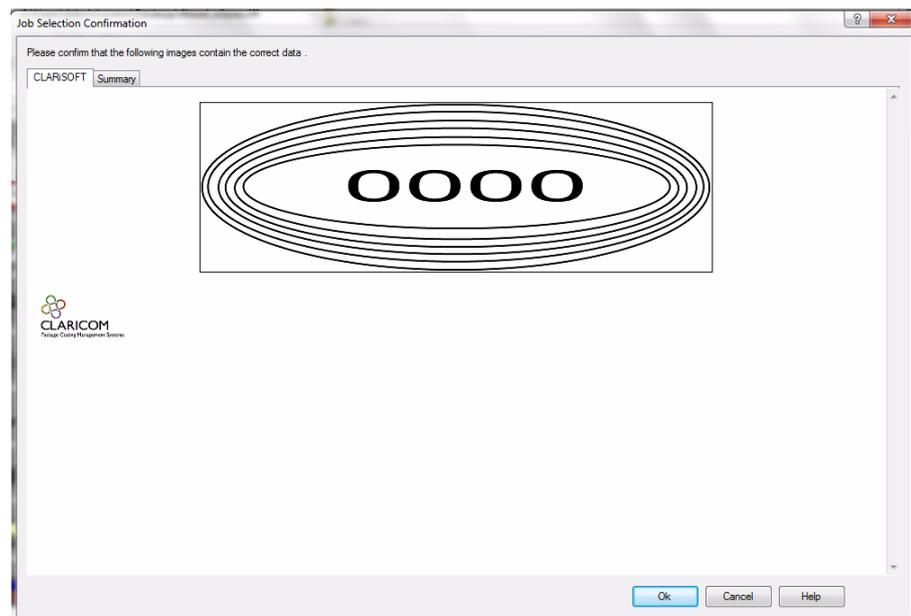

Рис. 6-9: Окно подтверждения
- Нажмите кнопку "Открыть". Появится окно подтверждения (см. Рис. 6-9).